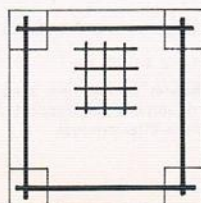
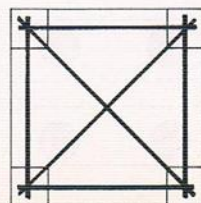

FIG. 21
FIG. 22
Semelles carrées sur 4 pieux (fig. 21 à 23) :
- les armatures sont placées suivant les côtés (fig. 21) ou suivant les diagonales (fig. 22) ;